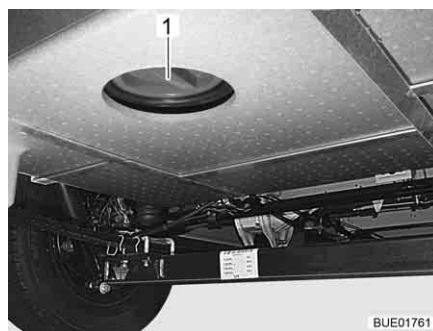

Fig. 264 Apertura per la pulizia sul serbatoio delle acque grigie
- A questo scopo aprire l'apertura per la pulizia (Fig. 264, 1) per il serbatoio delle acque grigie e il rubinetto di scarico.